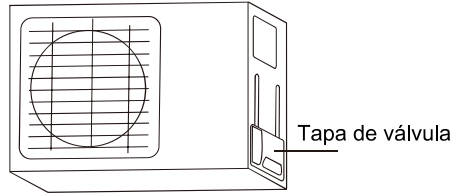

Fig. 5.9
1. Destornille la tapa de la válvula empaquetada en el lado de la unidad exterior. (Vea Fig. 5.9)